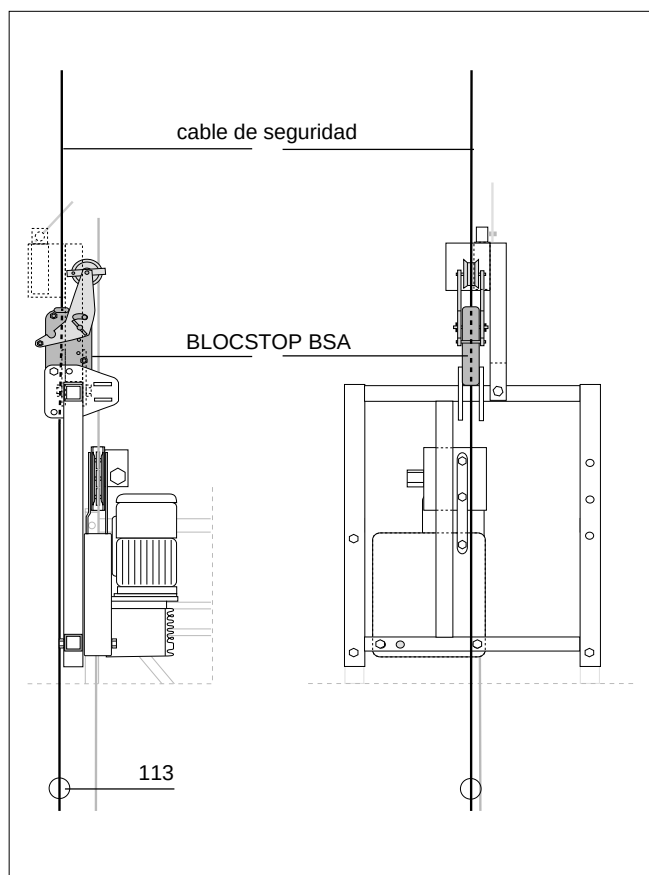

Fig. 1.31
a) ... en las liras extremas (Fig. 1.31)
- Antes de introducir el cable de seguridad (152) en el anticaídas BLOCSTOP BSA (109) verificar que no esté enredado alrededor del cable de elevación (151).
- Colocar un contrapeso (113) en cada cable de seguridad, aproximadamente a unos 20 cm. del suelo.